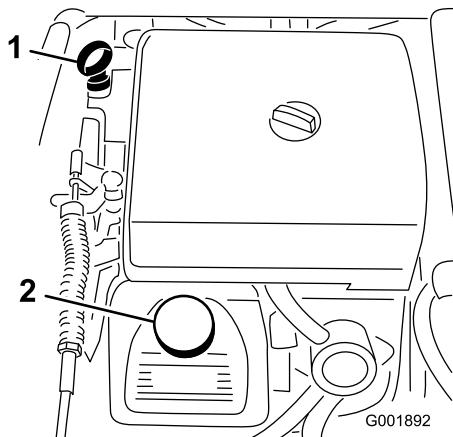

Bild 20
2. Nehmen Sie den Peilstab heraus und wischen Sie ihn mit einem sauberen Lappen ab (Bild 20). Stecken Sie den Peilstab in das Rohr und stellen Sie sicher, dass er vollständig eingeführt ist. Nehmen Sie den Peilstab heraus und prüfen Sie den Ölstand.
3. Wenn der Ölstand niedrig ist, nehmen Sie den Deckel des Einfüllstutzens von der Ventilabdeckung ab (Bild 20) und füllen Sie Öl auf, bis der Ölstand die Vollmarke am Peilstab erreicht. Angaben zur richtigen Ölsorte und zur Viskosität finden Sie unter Warten des Motoröls“ im Wartungsabschnitt. Gießen Sie Öl langsam ein und prüfen Sie den Ölstand häufig während des Füllens. Füllen Sie nicht zu viel ein.